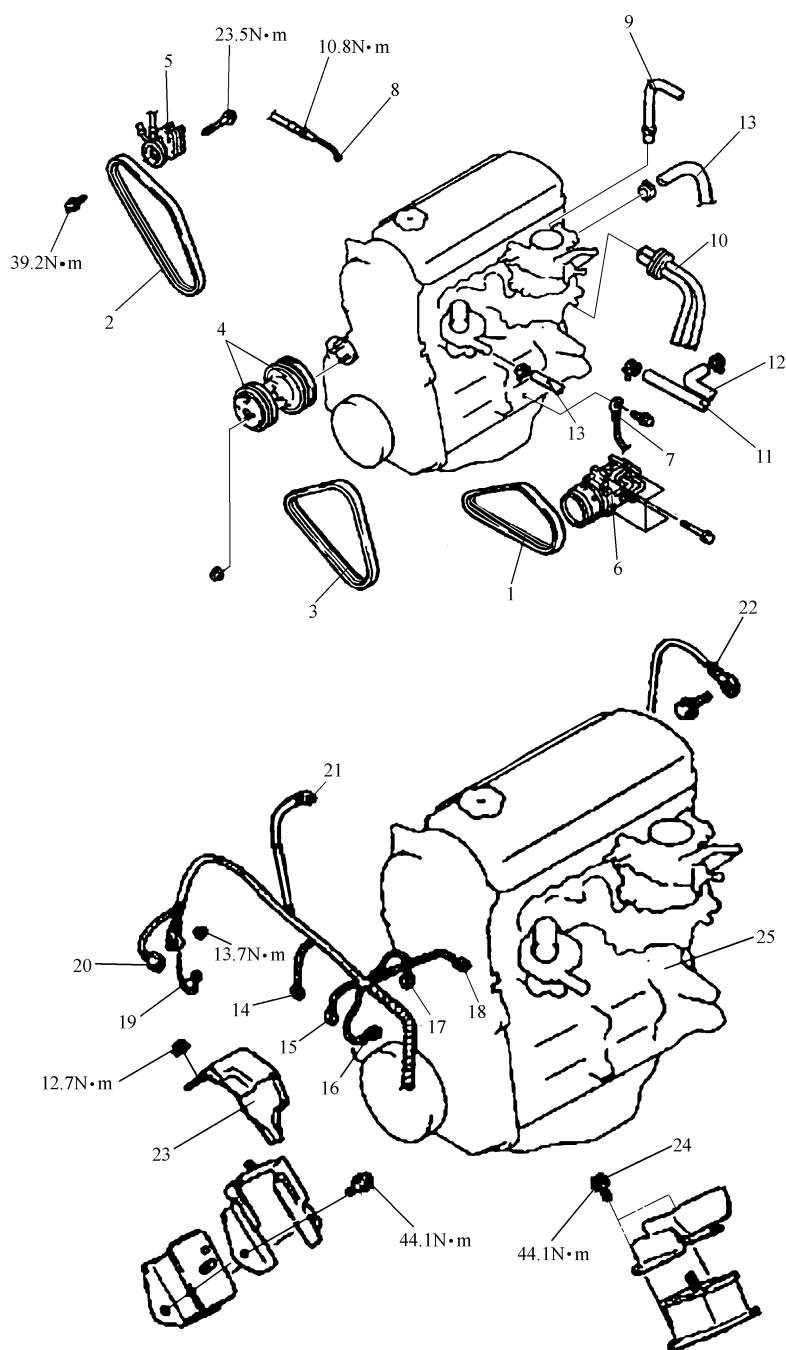

图 2-9 发动机总成拆卸步骤
具体的拆卸步骤如图 2-9 所示。
1) 图 2-9 中的动力转向油泵和空调压缩机的拆卸为检修点。
- ① 拆下油泵和压缩机（软管仍连接着）。
- ② 将拆下的油泵悬吊在不会受到损伤的地方。
- ① 检查所有的拉索、软管和配线插接器等应与发动机脱开。
- ② 吊出发动机总成。